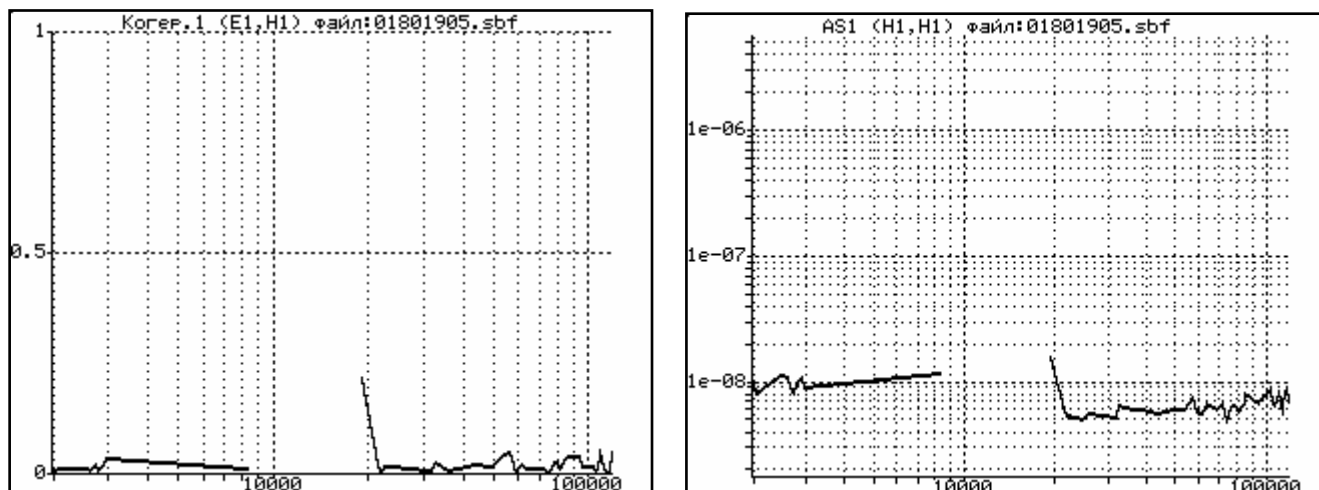

Рисунок 6.16
Просмотр собранных данных (рисунок 6.16) производится в графическом виде автоматически сразу после окончания сбора данных или по вызову из меню просмотра файлов – последовательно нажать кнопки **2 – ENT** из главного меню.
- кнопка **ESC** – вернуться в то окно, из которого осуществлялся переход на просмотр данных (рисунок 6.16 или 6.19).
- кнопка **ENT** – просмотреть файл в графическом виде (рисунок 6.16);